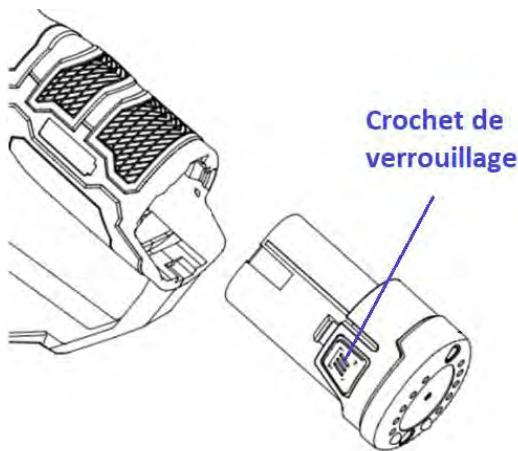

Fig. 3
#### Retrait et installation de la batterie (Fig. 3)
- Pour installer la batterie, alignez la batterie avec l'outil comme illustré à la Fig. 3, puis insérez-la dans le compartiment de la batterie jusqu'à ce qu'un déclic se fasse entendre.